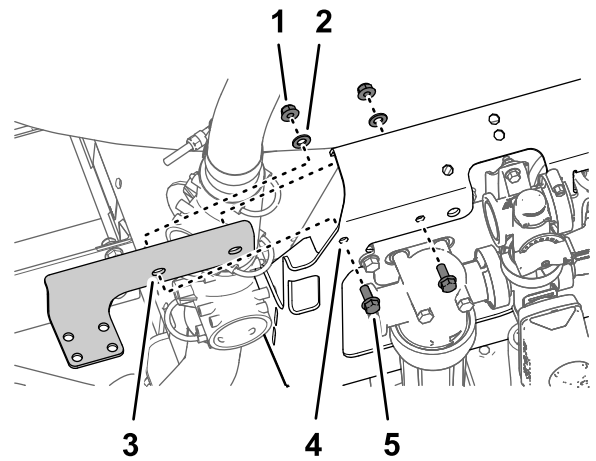

図 7
1. バルブマウントブラケットをバルブサポートの正面に組み付ける図7フランジヘッドボルト5/16 x 3/4インチ4本、フランジロックナット5/16 インチ4枚、ワッシャ5/16インチ4個を使用する。